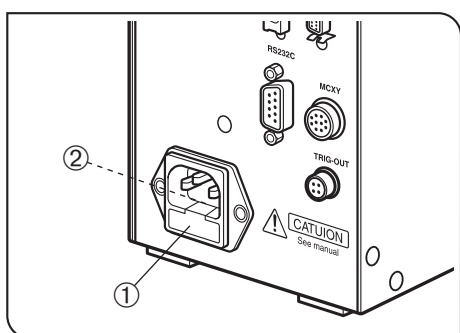

Fig. 4
**3 Sustitución de los fusibles (Fig. 4)**
2. Saque la caja de fusibles ① insertando un objeto plano, como la punta de un destornillador, en la hendidura ② de la superficie superior de la caja de fusibles.